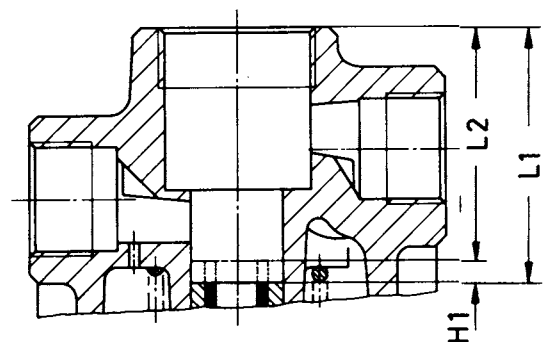

Abb. 4
- b) Mit der Tiefenlehre das Maß L 1 messen (siehe Abb. 4).
- c) Geräteanschluß "ZB" über das Drehschieberventil mit vollem Prüfdruck belüften und das Maß L2 messen. (siehe Abb. 4)